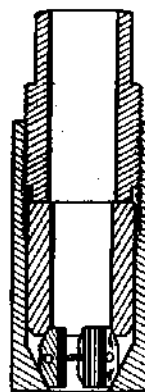

Fig. 4 _ UTILISATION DU COMPRESSEUR
g) Placer sur les plans d'assemblage de la demi-coquille supérieure les joints papier découpés à l'alinéa d). Enduire ces joints d'hermétique..... Attention à ne pas obturer les filets des demi-coquilles. h) Présenter la coquille inférieure sur le chapeau de palier en intercalant entre le vilebrequin et les filets de la coquille la 2^{ème} cale MR-3505-20 (voir fig. 3). Approcher les vis d'assemblage en plaçant une rondelle plate sous tête..... ATTENTION : S'assurer que les rondelles ne touchent pas en « a » (voir fig. 1) sur les demi-coquilles ce qui empêcherait le centrage de celles-ci. Retoucher les rondelles si nécessaire. Enduire d'hermétique le filetage de la vis A-222-88 remplaçant le goujon central. i) A l'aide d'un serre-joint, comprimer les 2 demi-coquilles, jusqu'à ce que leurs plans de joint soient en contact. Ne pas serrer exagérément pour ne pas déformer les coquilles. Serrer les vis de fixation des demi-coquilles alternativement jusqu'à 1,3 m. kg..... j) Dégager les cales de clinquant placées entre le vilebrequin et les filets des demi-coquilles en tirant sur les pattes rabattues à l'aide d'une pince à bec plat..... REMARQUE IMPORTANTE : Notre Service des pièces détachées livre des coquilles d'étanchéité à filets prêtes à être montées. Ces coquilles ne doivent pas être réalisées après montage. NOTA : Après le montage des coquilles, il faut s'assurer que ces coquilles ne touchent en aucun point sur le vilebrequin, ce qui entraînerait une fuite d'huile importante. Il doit subsister un jeu mini de 0,1 mm entre coquille et vilebrequin. k) Découper une cale MR-3505-30 (voir fig. 4) dans du clinquant de 0,1 mm. L'extrémité pliée de cette cale doit passer entre les coquilles et le vilebrequin sur tout le pourtour (voir fig. 2). Dans le cas contraire les coquilles se sont déplacées pendant le serrage des vis ou une rondelle a gêné la mise en place des coquilles. Il faut recommencer le centrage comme indiqué aux alinéas f) et h).....